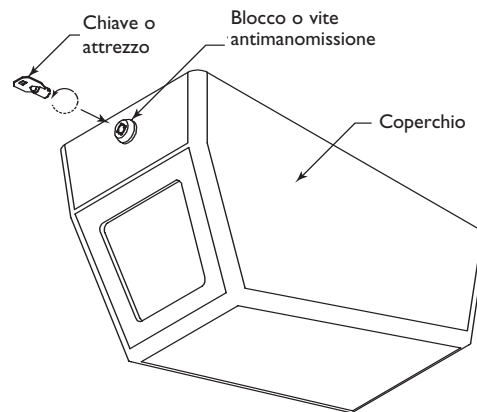

Figura 1 Come svitare il coperchio
- (1) Chiave (solo modelli dotati di blocco a chiave)
2. **Tutti i modelli:** per svitare le due viti antimanomissione anteriori, utilizzare l'apposito attrezzo in dotazione o utilizzare la chiave in dotazione per svitare il blocco. Vedere **Figura 1**.